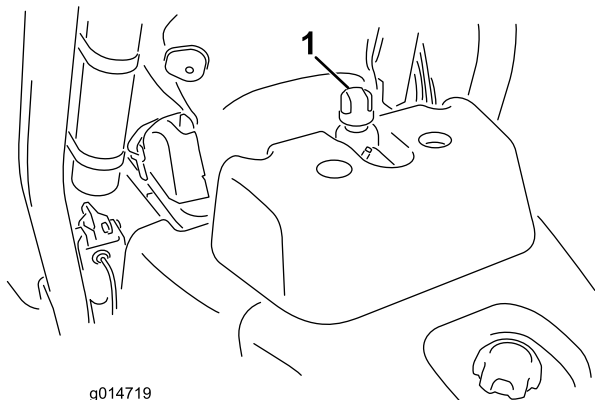

Figura 29
2. Retire a tampa do reservatório (Figura 29).